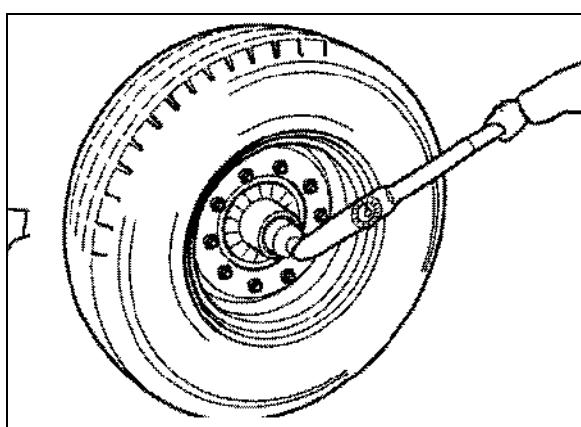

Рис. 105
1. Выверните болты и снимите оба защитных кожуха (Рис. 105/1) с внутренней стороны тормозного барабана.
Грязь может скапливаться на тормозных накладках (Рис. 105/2) и значительно снижать эффективность торможения.